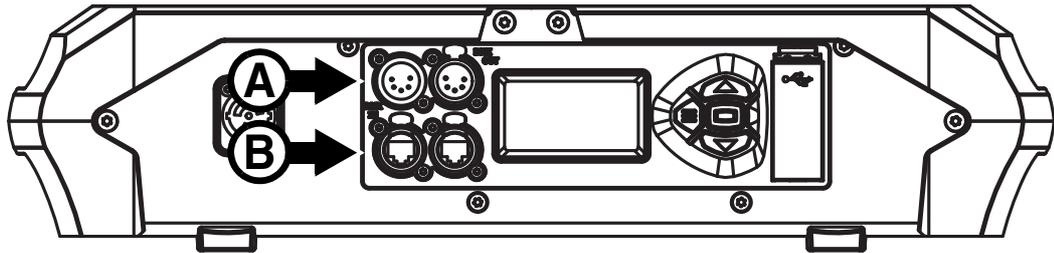

Figure 8 : Connexion de la télécommande
- une paire en XLR (**A**, Figure 8), et
- une paire en etherCON (**B**, Figure 8).
Le MAC Ultra Wash possède des embases XLR 5 broches à verrouillage (voir **A**, Figure 8) pour les entrées et les sorties DMX et RDM par câble DMX. Le brochage par défaut sur les deux embases est le suivant :
Le MAC Ultra Wash dispose d'embases Neutrik etherCON (voir **B**, Figure 8) qui acceptent les protocoles DMX et RDM sur Art-Net et sACN ainsi que le protocole vidéo Martin P3. Chaque embase peut être utilisée indifféremment en entrée ou en recopie.